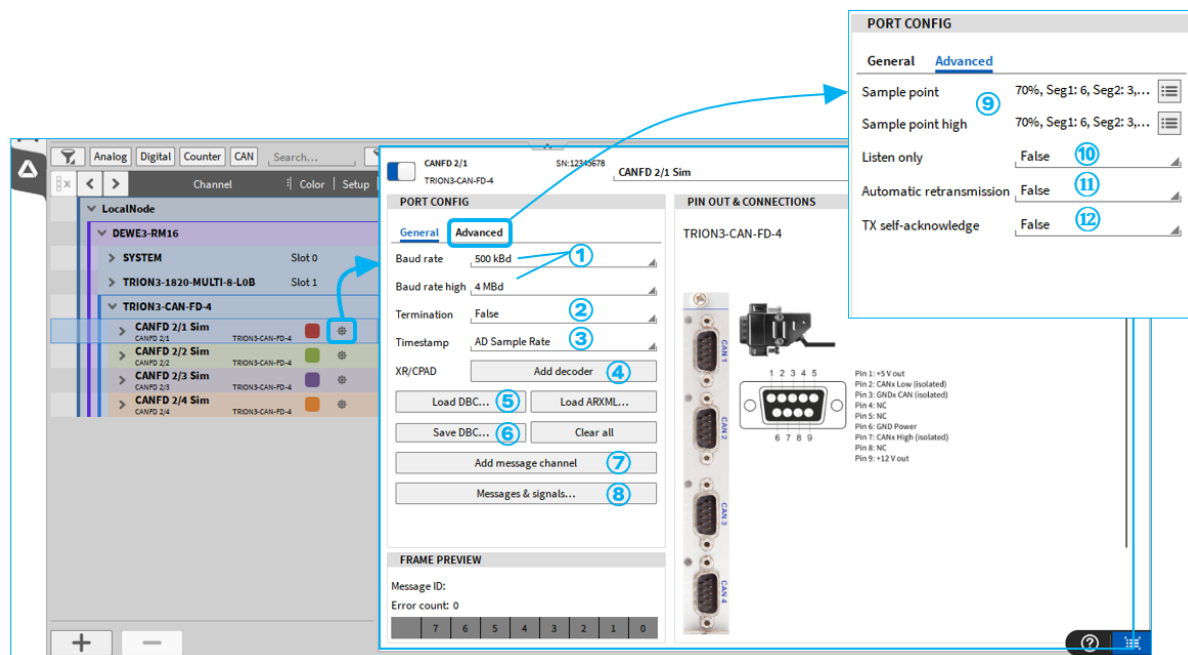

Abb. 4.45: CAN-FD-Kanäle mit dem TRION3-CAN-FD-Modul
Klicken Sie auf den Zahnrad-Button, um die Kanaleinstellungen zu öffnen (blau markiert in Abb. 4.45). Hier können die Baudrate und weitere Einstellungen geändert sowie eine dbc-Datei geladen werden.
Um zwischen den Protokollen zu wechseln, erstellen Sie eine Nachricht (siehe ⑦ in Abb. 4.45) und ändern Sie das Protokoll zwischen CAN, J1939 und CAN-FD.